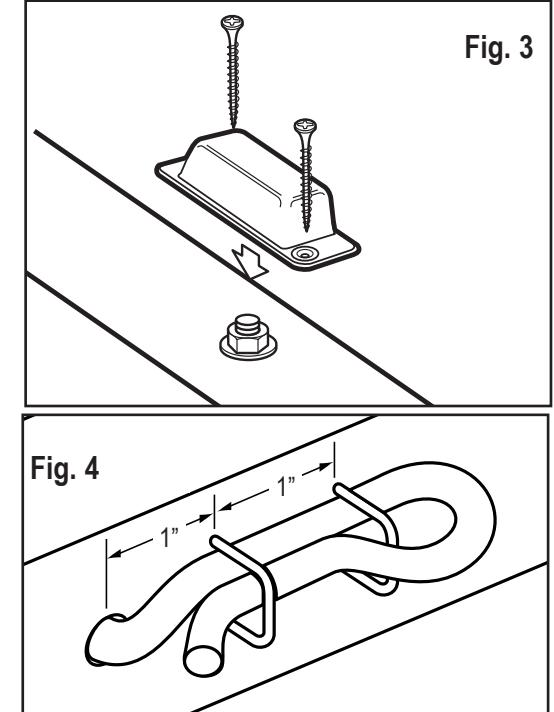
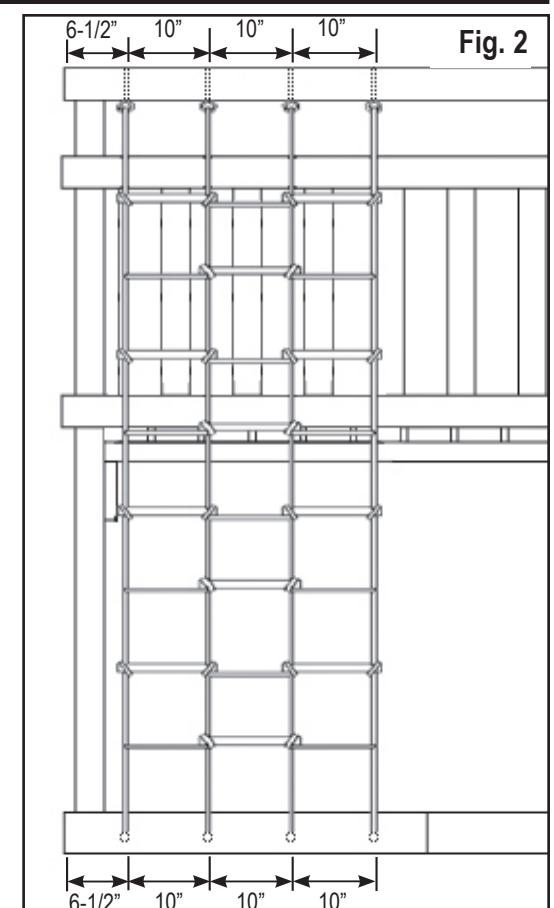

Fig. 3
Fig. 2
5. Percer quatre trous de 5/16 po dans la planche supérieure et quatre 3/8 po dans la planche inférieure comme le montre la figure 2. **NOTA :** Percer la pièce de 2 po x 4 po de part et d'autre à partir de la face inférieure. Insérer les boulons à œil du filet d'escalade dans les trous à partir du dessus de la pièce de 2 po x 4 po et les fixer solidement avec une rondelle et un écrou de blocage (voir Fig. 3). **NOTA :** Utiliser une scie à métaux pour couper l'excédent des boulons le plus près possible de l'écrou de blocage.
6. Installer les cache-boulons comme le montre la figure 3. Fixer les cache-boulons à l'aide de vis de 2 po.